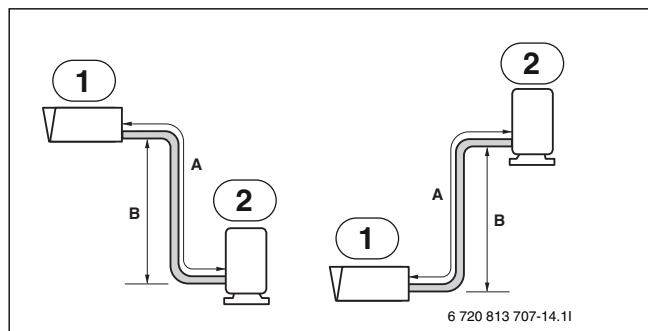

Рис. 16
2. Определение направления прокладки труб: вниз, см. (→ рис. 16)